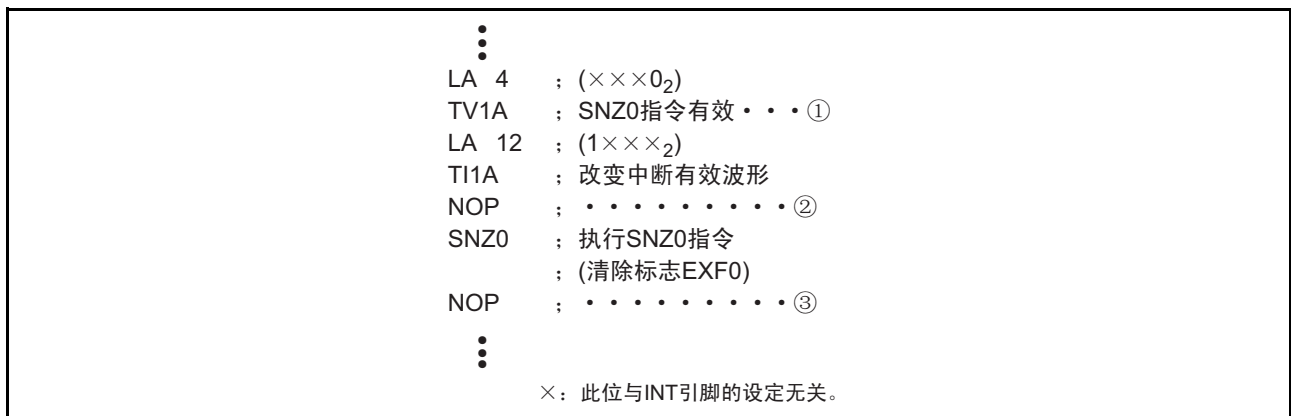

图 63 外部 0 的中断程序例 3
- 在更改寄存器 I1 的 bit2 的内容时，有时需要根据 P1₃/INT 引脚的输入状态将外部 0 的中断请求标志 (EXF0) 置 “1”。为了防止发生意外的中断，必须在将中断控制寄存器 V1 的 bit0 清 “0”（图 63 ①）后更改寄存器 I1 的 bit2 的内容。而且，必须间隔一条或一条以上的指令后执行（图 63 ②）SNZ0 指令，将标志 EXF0 清 “0”。另外，考虑到因 SNZ0 指令发生跳越的情况，必须在 SNZ0 指令后插入 NOP 指令（图 63 ③）。